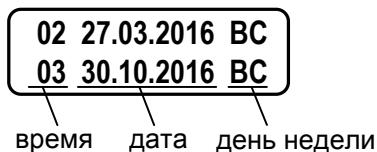

Рис.10. Вид окна дат перевода на «зимнее» и «летнее» время.
- 6.2.2.3. Даты автоматического перехода на «зимнее» и «летнее» время в текущем году можно определить, выбрав в меню **ИНФ** пункт **Летн./зимн. время в году** и дважды нажав кнопку  . На экране ТВ будут отображаться информация, показанная на рис.10.